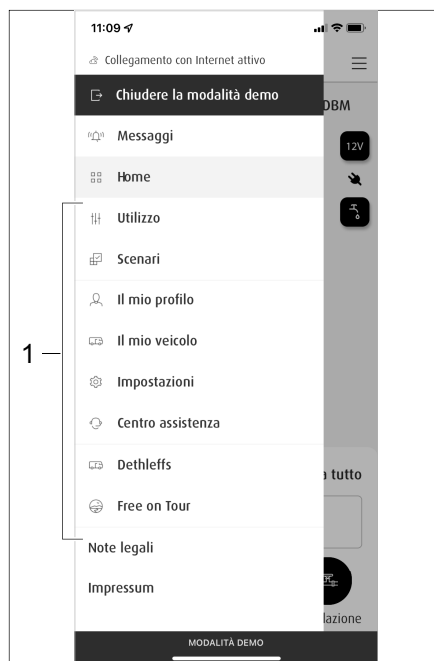

Fig. 290 Sottomenu
Vengono visualizzati i sottomenu (Fig. 290,1).
- Digitare nell'area menu *Scenari* (Fig. 290,1).
- Selezionare nei sottomenù (Fig. 290,1) il menu *Utilizzo*.
- Selezionare, nei sottomenu, (Fig. 290,1) il menu *Il mio veicolo*.